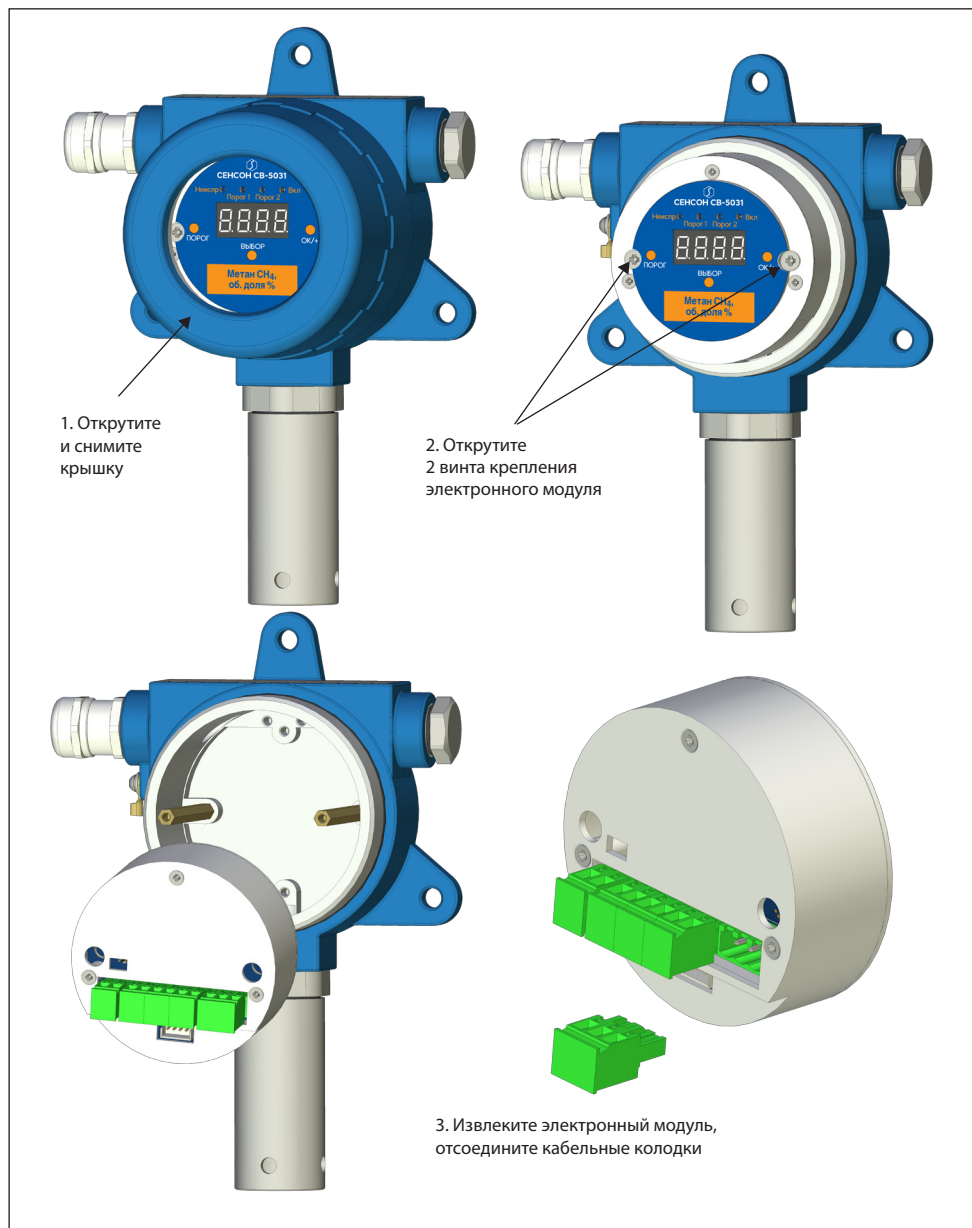

Рис.10. Порядок разборки МКТИ-2
3. Открутите крышку корпуса модуля МКТИ-2, вращая ее против часовой стрелки (рис.10).